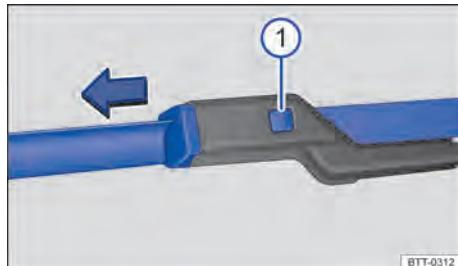

Fig. 152 Substituir as palhetas dos limpadores do para-brisa.
- Manter a tecla de destravamento → Fig. 152 ① pressionada e, ao mesmo tempo, retirar a palheta do limpador do para-brisa no sentido da seta.